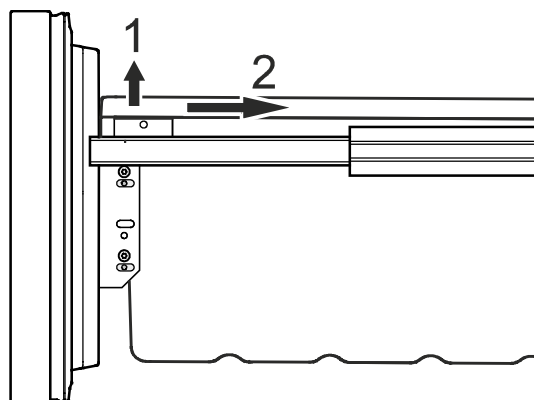

Figura 18
- Desenclave el recipiente por el canto izquierdo y derecho tirándolo hacia arriba (1) - **Figura 18.**
- Deslice el recipiente hacia atrás (2) - **Figura 18.**